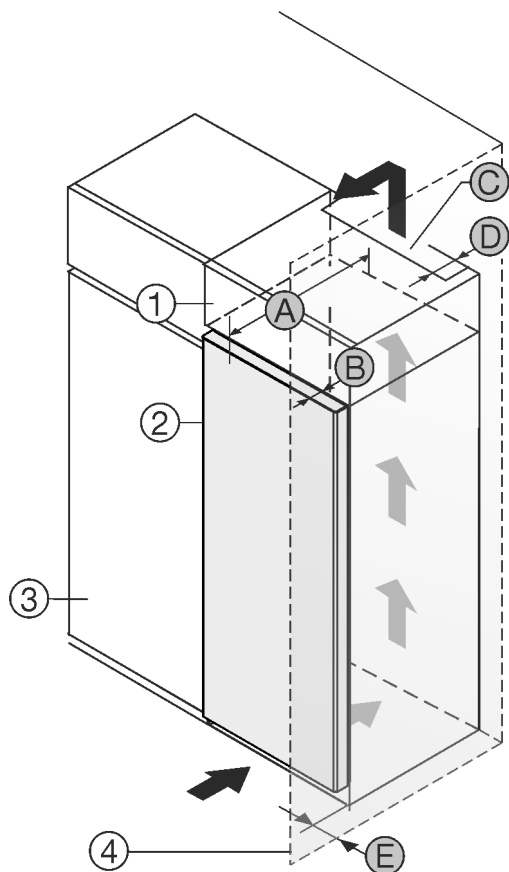

Fig. 1
- (1) Szafka nakładana *
- (2) Urządzenie *
- (3) Szafka kuchenna *
- (4) Ściana *
- (A) Głębokość urządzenia *
- (B) Głębokość drzwi *
- (C) Przekrój wentylacyjny *
- (D) Odstęp tylnej ściany urządzenia *
- (E) Odstęp od boku urządzenia *
Urządzenie można ustawić bezpośrednio obok szafki kuchennej Fig. 1 (3).*
Na tylnej ścianie szafki nasadzonej wymagany jest wywiewny kanał wentylacyjny o głębokości Fig. 1 (D) na całej szerokości szafki.*
Pod sufitem pomieszczenia należy zachować przekrój wentylacyjny Fig. 1 (C).*
Jeżeli urządzenie będzie ustawiane z zawiasami do ściany Fig. 1 (4), to pomiędzy urządzeniem i ścianą należy zachować minimalny odstęp, wynoszący 13 mm.*
Jeżeli urządzenie będzie ustawiane z zawiasami do ściany Fig. 1 (4), to pomiędzy urządzeniem i ścianą należy zachować minimalny odstęp, wynoszący 20 mm.*
By móc całkowicie otworzyć drzwi, urządzenie musi wystawać przynajmniej o głębokość drzwi Fig. 1 (B) za front szafki kuchennej. W zależności od głębokości szafek kuchennych Fig. 1 (3) oraz od zastosowania elementów dystansowych urządzenie może wystawać jeszcze bardziej.*